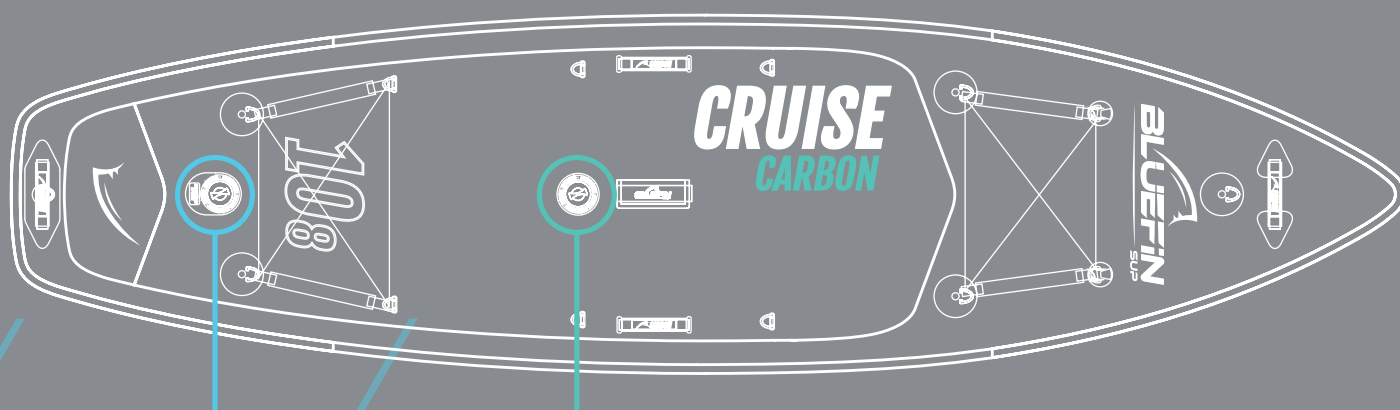

Imagen 1.
- Después hincha la cámara más exterior con la válvula en la cola de la tabla, **Imagen 1,** hasta los PSI recomendados que están anotados en la válvula. **Imagen 3**